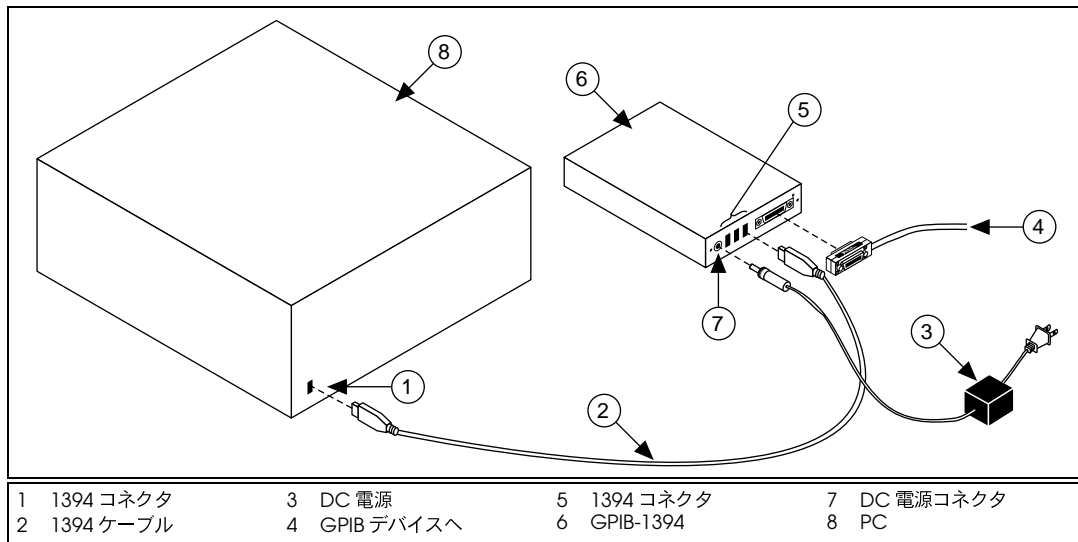

図 14. GPIB-1394 のインストール方法
2. DC 電源を AC コンセントに差し込みます。図 14 は GPIB-1394 の接続方法を示します。